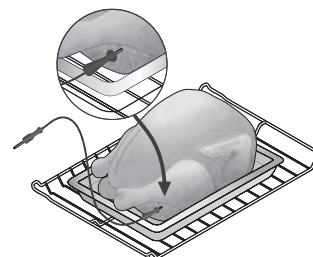

Figure 31 : Sonde insérée dans la partie la plus épaisse de la cuisse
- Pour une volaille ou une dinde, insérez la sonde dans la partie la plus épaisse de l'entrecuisse, juste sous la cuisse (voir Figure 31).